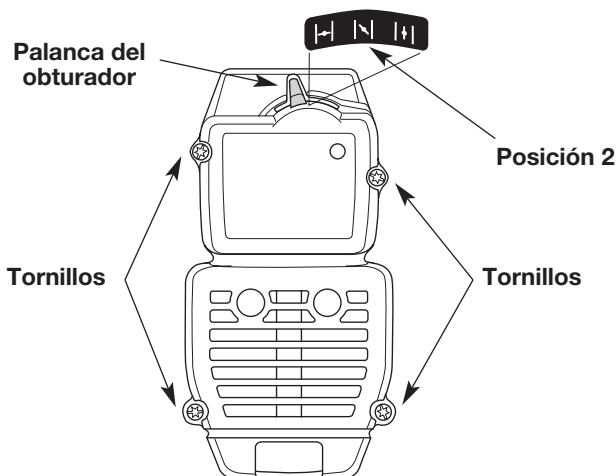

Fig. 17
NOTA: La palanca del obturador debe estar en Posición 2 (Fig. 17) para sacar la cubierta del silenciador / filtro de aire.
2. Saque los cuatro (4) tornillos que sostienen la cubierta del silenciador / filtro de aire (Fig. 17). Use un destornillador de vástago plano o de broca Torx N° T20.
2. Inserte los cuatro (4) tornillos en los orificios de la cubierta del silenciador / filtro de aire (Fig. 17) y ajústelos. **No los ajuste demasiado.**